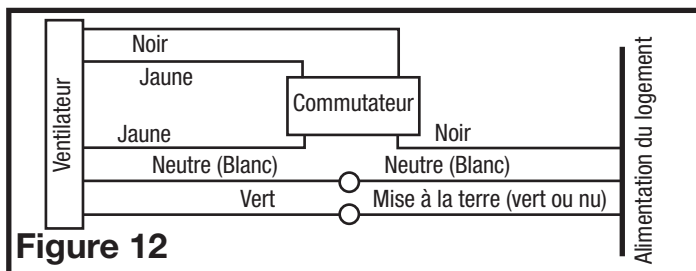

Figure 12
- 3b. **Ventilation intermittente :** Pour les ventilateurs à deux vitesses, raccordés pour une ventilation intermittente avec un interrupteur à bascule duplex standard (comme Leviton 5224 -2W non inclus). Connectez le fil blanc du ventilateur au fil blanc (neutre) de la source d'alimentation. Connectez le fil de terre du ventilateur au fil de terre de la source d'alimentation. Mettez à terre les interrupteurs correctement. Connectez le fil noir de la source d'alimentation à un côté de l'interrupteur. Connectez le fil noir du ventilateur à l'autre côté de l'interrupteur. Connectez 1 fil jaune du ventilateur à chaque côté de l'interrupteur. Le commutateur avec les connexions noires met le ventilateur en marche et arrêté. Le commutateur avec les connexions jaunes change la vitesse entre haute et basse (**Figure 12**).